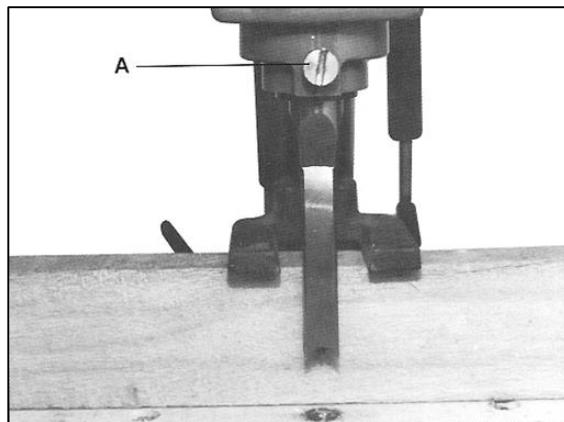

Fig 6
**HINWEIS:** Der Stemm-meißel sollte parallel ausgerichtet sein. Verwenden Sie dazu das Werkstück als Lehre (Fig 6).